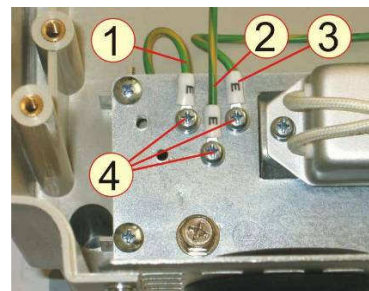

Рис.6.17
**6.11.1** Выкрутить винты 4, отвести провода 1, 2, 3 от панели резистора (рис.6.17). Положить винты в тару.